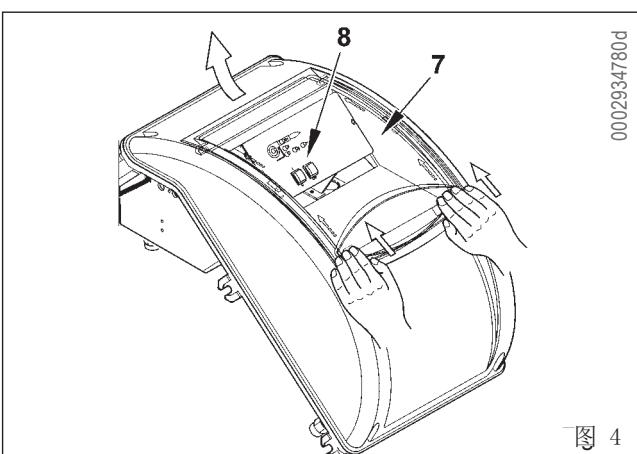

图 4
- 4) 为了重新关闭电控面板盖，施加约5Nm的扭矩，拧紧4个螺丝（1），确保正确的密封。这时，为了接触控制面板（8），要用手朝着图4所示的箭头方向施加一个轻轻的压力并滑动，使面板与盖分开，以拆下透明盖（7）。